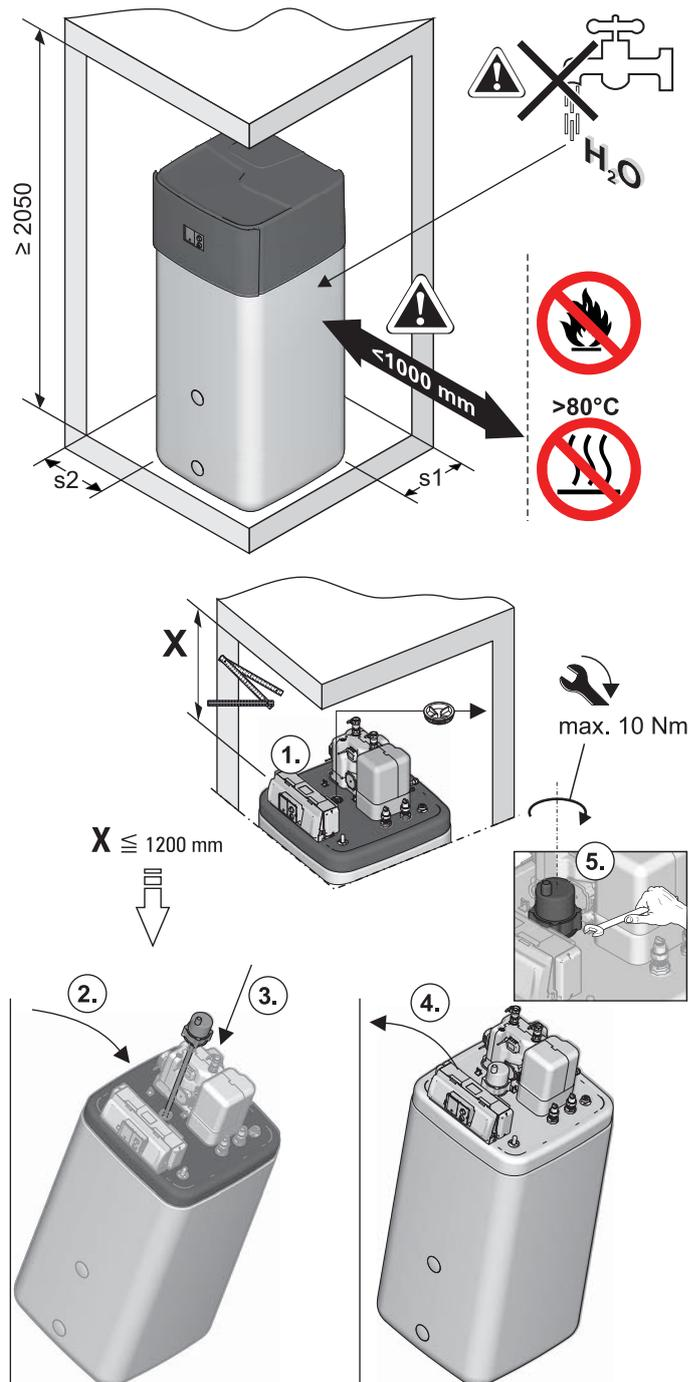

Fig. 4-5 Emplazamiento (representado en ROTEX HPSU compact 508/516 con instalación del calentador de reserva opcional)
- Distancias recomendadas (fig. 4-5):
- En caso necesario, instalar calentador de reserva opcional (BUxx) en el ROTEX HPSU compact (fig. 4-5). Tener en cuenta las instrucciones de montaje y funcionamiento adjuntas a los accesorios (🔧 para el par de apriete, véase el capítulo 10.3).